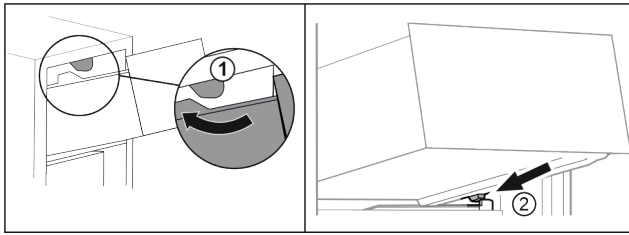

Fig. 14
- ▶ Lade om de bovenste stoppers leiden. Fig. 14 (1)
- ▶ Lade schuin achter de onderste stoppers op containerrib plaatsen. Fig. 14 (2)